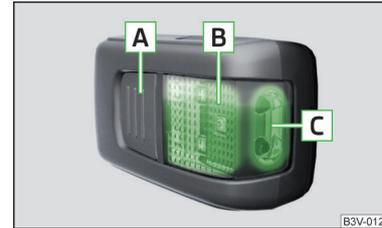

Abb. 123 Herausnehmbare Leuchte
Beschreibung der Leuchte » Abb. 123
- Zum **Einschalten** der herausgenommenen Leuchte die Taste **A** drücken » Abb. 123. Durch erneutes Drücken wird die Leuchte **ausgeschaltet**.
Wird die Leuchte nicht ausgeschaltet und korrekt in die Halterung eingesetzt, dann werden die LED-Leuchtmittel im vorderen Teil der Leuchte **C** » Abb. 123 automatisch ausgeschaltet.